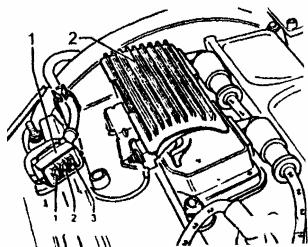

图 3-24 拔下点火线圈功率终端极上的三针插头
(4) 打开节气门, 只要怠速开关一打开, 气缸 1 的喷油器将咔嚓动作 5 次。按 “→” 可依次启 2、3、4 缸喷油器。如果喷油器没有咔嚓动作声, 拔下点火线圈的功率终端极上拔下三针插头, 如图 3-24 所示。